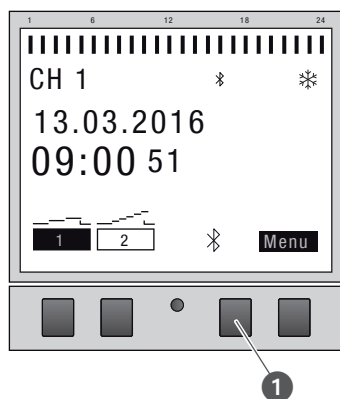

Fig. 24: Activer/désactiver la connexion Bluetooth à l'horloge
1. Pour désactiver la connexion Bluetooth, appuyez sur la touche Bluetooth (fig. 24/❶) de l'horloge pendant environ 2 secondes.